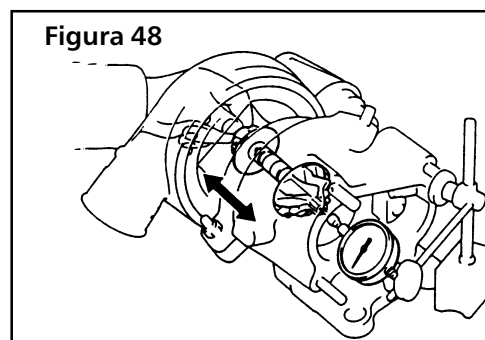

Figura 48
- d) Controlar el juego axial del eje del turbo. (figura 48)